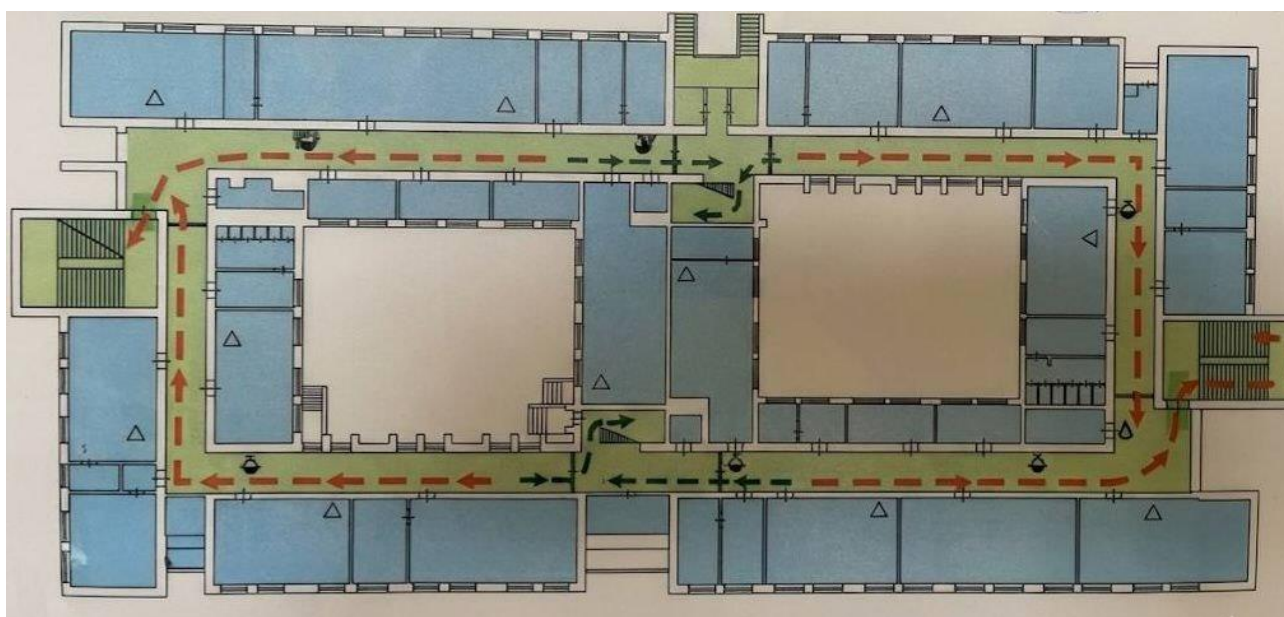

Рисунок 5.1 – План будови першого поверху корпусу В ЛНТУ
1. Завантажити файл-підкладку першого поверху корпусу В ЛНТУ (рис. 5.1).